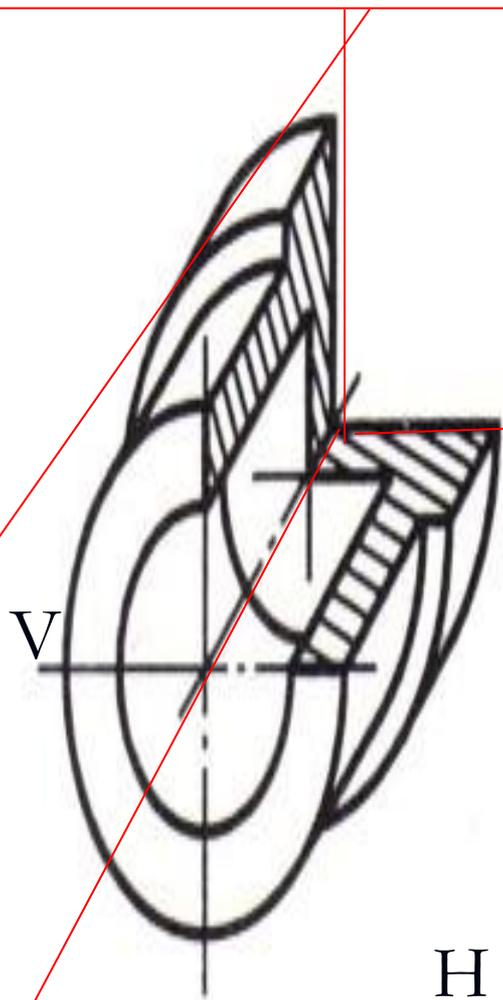

Рис. 14
■ Если деталь имеет **две плоскости симметрии**, то **секущие плоскости совпадают с плоскостями симметрии** (рис. 14, 15).